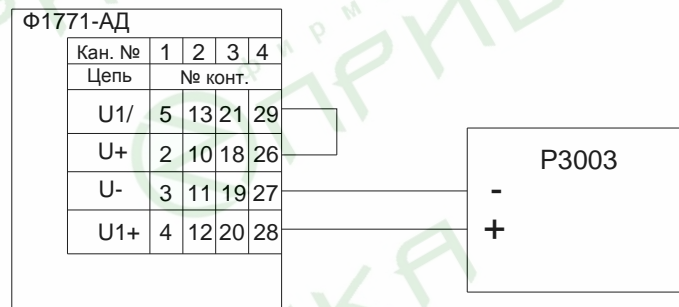

Рис.24
1) Поверку проводить на всех диапазонах измерения; калибратор подключать поочередно на входы поверяемых каналов по схеме рис.24.